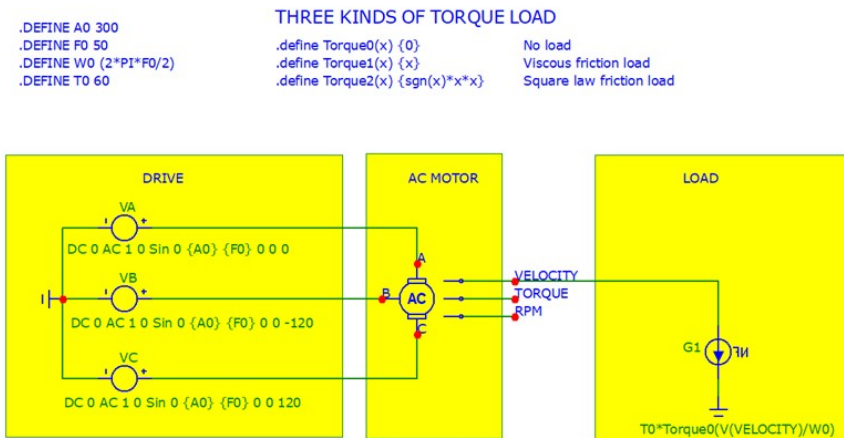

Рис. 4.1
- 2.2. Постройте в программе Micro-CAP схему согласно рис. 4.1.